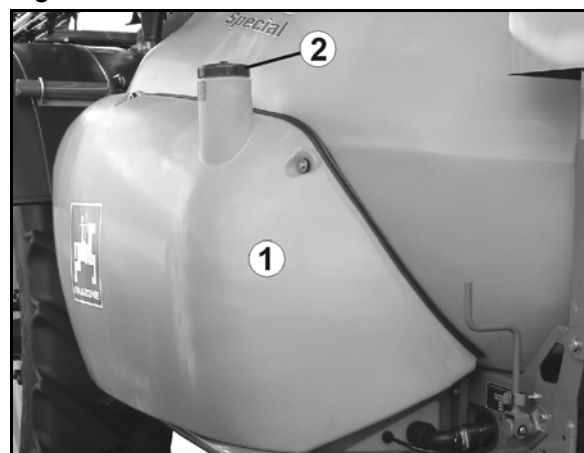

Fig. 59
- Racord de umplere cu secțiune de curgere liberă și evacuare oscilantă (Fig. 59).